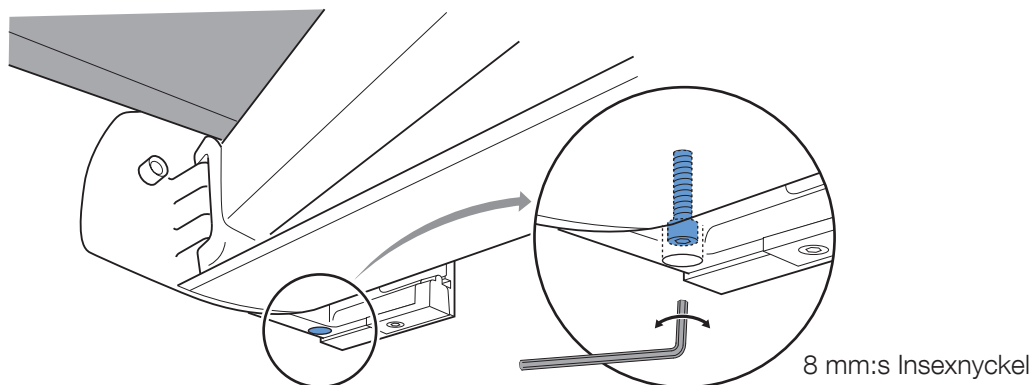

fig. 3.1 Justeringsbult på vänster sida
2. Lutningen justeras via en insexbult som sitter i bakkant under vardera gavelbeslag, se fig 3.1